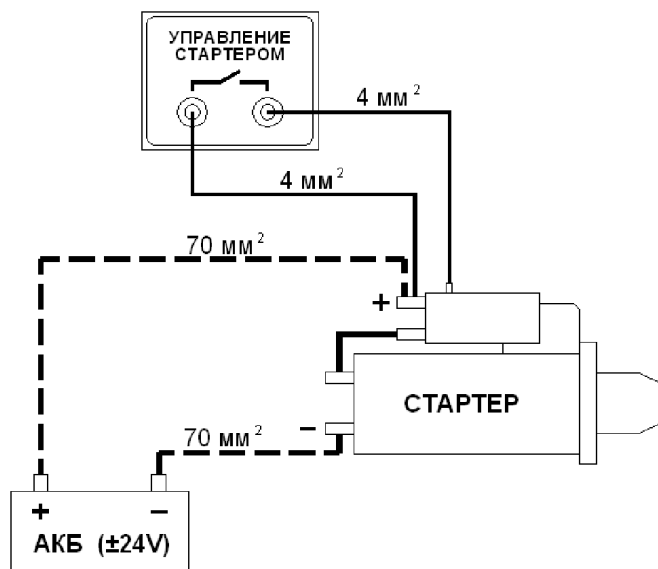

Рисунок 4. Подключение стартера двигателя
- 4.4. Подключить стартер двигателя изолированными проводами согласно рис. 4.